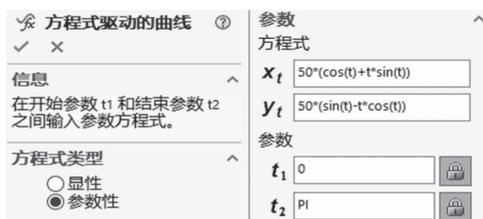

图5-34 设置渐开线参数
(4) 所设置的“方程式驱动的曲线”属性管理器如图5-34所示。